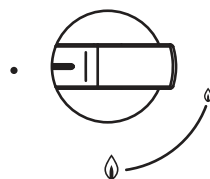

Fig. 8
1. Pentru a aprinde plita apăsați butonul de control corespunzător și rotiți în sensul contrar acelor de ceasornic înspre simbolul flacără mare (fig. 8).